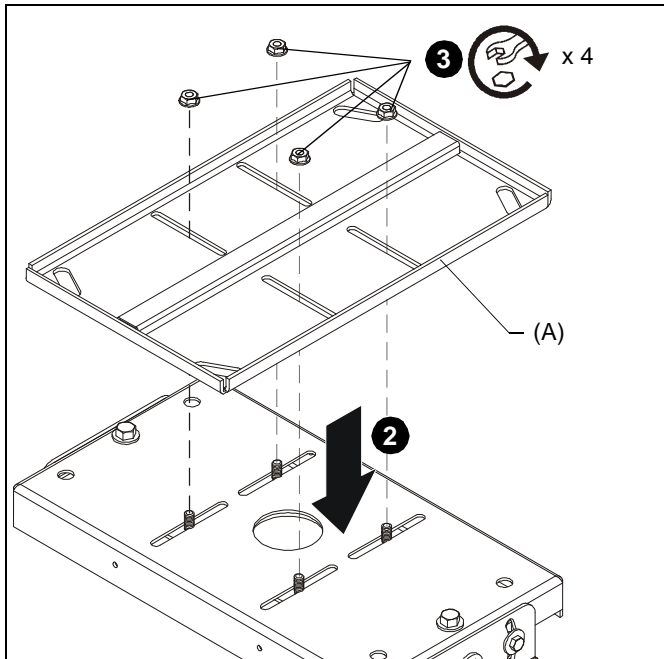

Abb. 2
3. Platzieren Sie die LPK1-Halterung (A) mit der offenen Seite nach oben auf der VCM, wobei Sie die VCM-Stifte durch die LPK1-Slitze schieben. (Siehe Abb. 2)
4. Fixieren Sie das LPK1 (A) mit den in Schritt 1 entfernten vier Muttern. (Siehe Abb. 2)